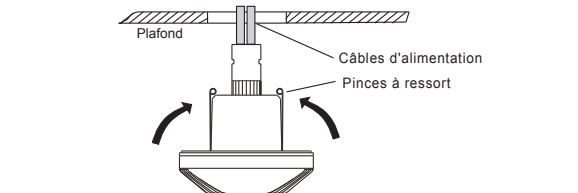

FIG. 12
- 3.3.2.4 Insérer les deux pinces à ressort du détecteur dans le trou percé, puis pousser vers le haut (voir FIG. 12).
- 3.3.3.4 Assembler le détecteur et le boîtier électrique, puis les fixer avec deux vis (voir FIG. 12).